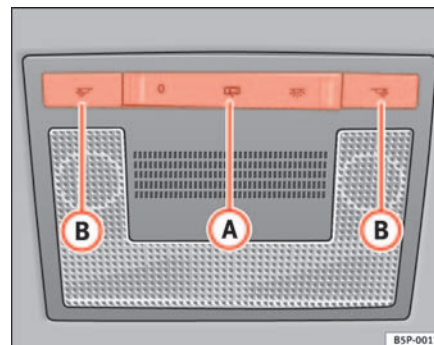

Fig. 80 Revestimiento interior del techo: iluminación delantera del habitáculo
Con el mando (A) ⇒ fig. 80 puede seleccionar las siguientes posiciones:
Pulsar el conmutador a la posición O $\Rightarrow$ página 121, fig. 80 .